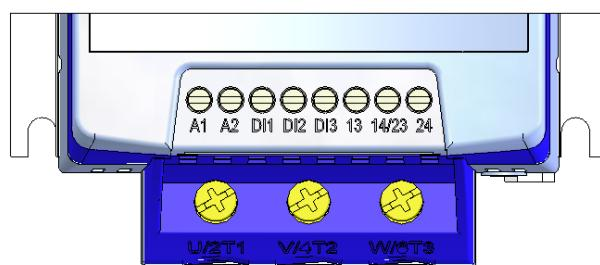

Figura 3.9 - Bornes de controle da SSW-07
- 3.2.7 Conexões de Sinal e Controle** As conexões de controle (entradas digitais e saídas a relé) são feitas através dos bornes (consulte o posicionamento na figura 3.9).